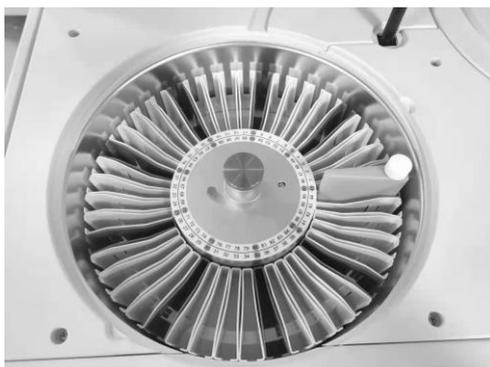

Figura 13-45 Adicionando fluido de limpeza na posição do reagente
2. Método de adição do fluido de limpeza da posição do reagente: O fluido de limpeza C é colocado na 45ª posição da bandeja do reagente, como mostrado na figura 13-45.